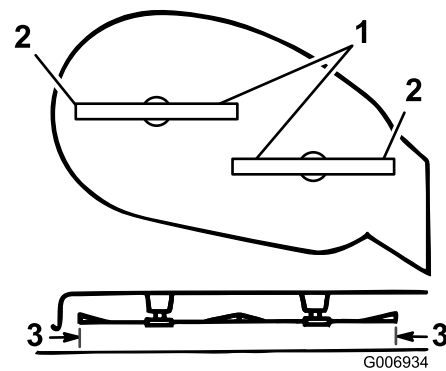

Bild 47
5. Drehen Sie die Schnittmesser vorsichtig von einer Seite zur anderen (Bild 47).
6. Messen Sie den Abstand zwischen den äußeren Schnittkanten und der ebenen Oberfläche (Bild 47). Wenn beide Messwerte nicht innerhalb von 5 mm liegen, ist eine Einstellung erforderlich; siehe Schritte 7 bis 10.